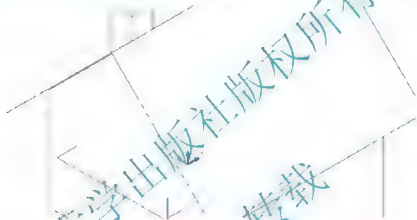

图 6.72 显示的目标对象
(2) 在选择对象或使用 **DVIEWBLOCK** 提示下,按 Enter 键,表示将 AutoCAD 的三维建筑实例作为设置三维视点时显示的目标对象,结果如图 6.72 所示。